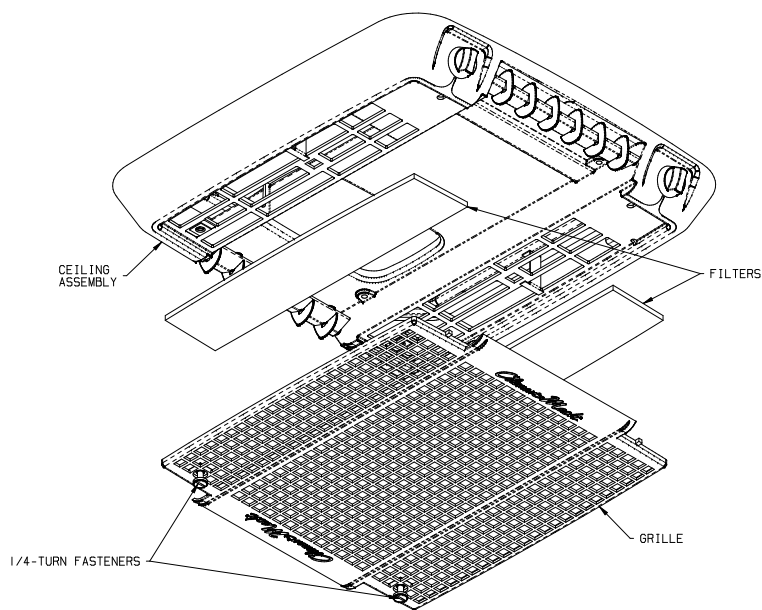

FIGURE 2
1. Disengage the two 1/4 –turn fasteners that secure the ceiling assembly grille to the ceiling assembly (See Figure 2).
3. Take filters out and either clean or exchange with other filters (See Figure 2).
1. Retirer les deux vis qui retiennent le couvercle du montage du plafond. Voir la figure 2.
3. Sortir les filtres et nettoyer ou échanger avec d'autres filtres (voir la figure 2).
4. Si le véhicule est doté d'un montage de plafond affleurant, retirez les quatre vis des grilles de reprise d'air. Voir la figure 2.